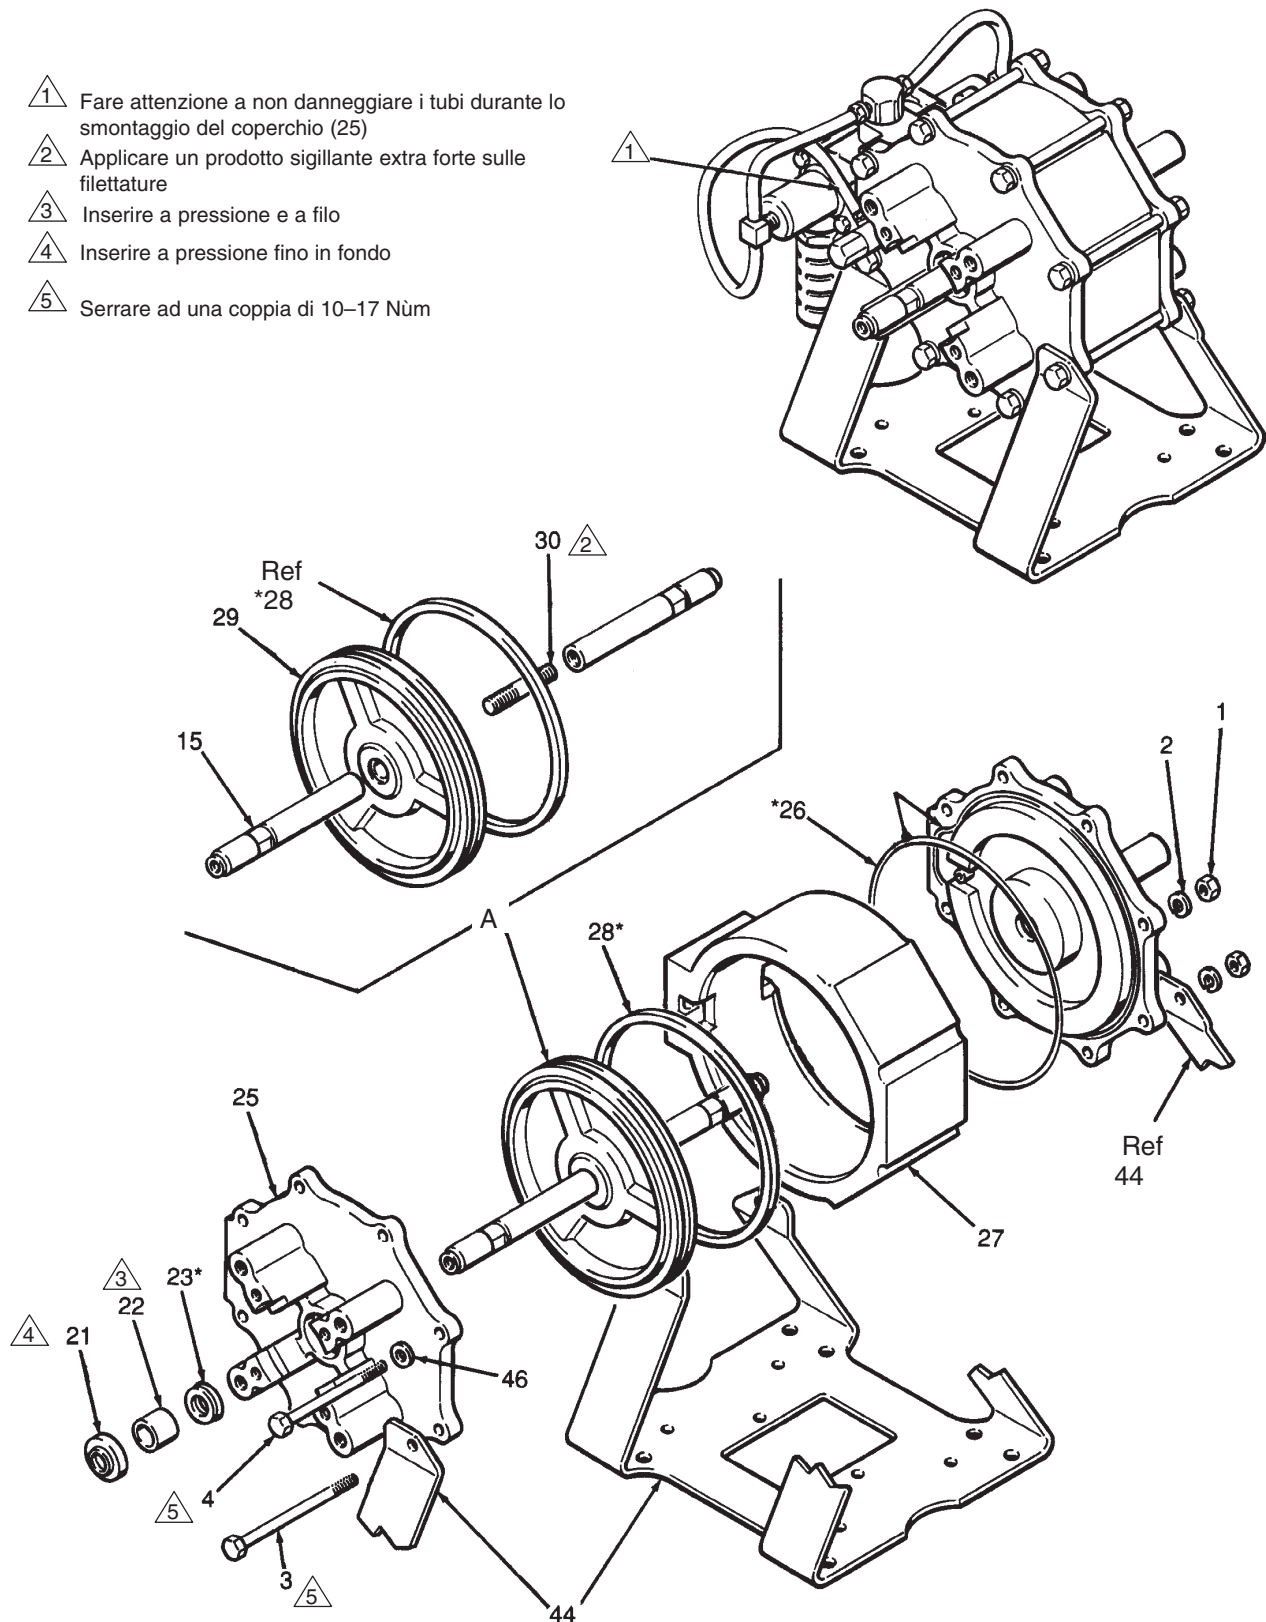

Fig. 9
3. Togliere le viti (3 e 4), le rondelle (46), i dadi (1) e le rondelle elastiche (2) dal coperchio del cilindro (25). Ved. Fig. 9.
4. Togliere la pompa dalla staffa di montaggio (44).
5. Togliere il coperchio del cilindro (25) da ciascuna estremità del motore ad aria compressa. Se quando si effettua tale operazione i tubi flessibili sono inseriti o le valvole pilota sono montate, fare attenzione a non tirare i tubi.
1. Prima di montare l'impianto, applicare un grasso a base di litio su tutte le guarnizioni e le tenute e all'interno del cilindro del motore ad aria compressa (27).
2. Nel caso gli steli dei pistoni (15) fossero stati smontati dal prigioniero (30), applicare un prodotto sigillante extra-forte (ad es. Loctite 102-969, ved. ACCESSORI) sulle filettature del prigioniero del pistone ed eseguire il montaggio come da Fig. 9.
3. Installare l'anello a sezione quadrata (28*) nella scanalatura del pistone (29) e il gruppo pistone (A) nel cilindro del motore ad aria compressa (27).
4. Applicare una guarnizione a U (23*) in ciascun coperchio del cilindro (25). I labbri della guarnizione a U devono essere rivolti verso l'interno, ovvero verso il centro della pompa, come da Fig. 9.
5. Nel caso in cui i cuscinetti (22) fossero stati smontati, installare un cuscinetto in ciascun coperchio del cilindro (25). Inserire il cuscinetto a pressione e a filo utilizzando l'eccentrico per cuscinetti 183-888 e una pressetta manuale a leva.
6. Installare un eccentrico dello stelo (21) in ciascun coperchio del cilindro (25) in modo tale che la parte in bronzo dell'eccentrico sia rivolta verso l'esterno, ovvero dalla parte opposta rispetto al centro della pompa (ved. Fig. 9). Utilizzando l'eccentrico per cuscinetti 183-888, inserire l'eccentrico con cura per non danneggiare la parte in bronzo.
7. Installare un O-ring (26*) nella scanalatura di ciascun coperchio del cilindro (25) e far scorrere quest'ultimo sulle estremità del motore ad aria compressa.
8. Fissare la staffa di montaggio (44) e i coperchi del cilindro (25) alla pompa utilizzando le viti (3 e 4), le rondelle (46), i dadi (1) e le rondelle elastiche (2). Serare le viti ad una coppia di 10-17 Nùm.